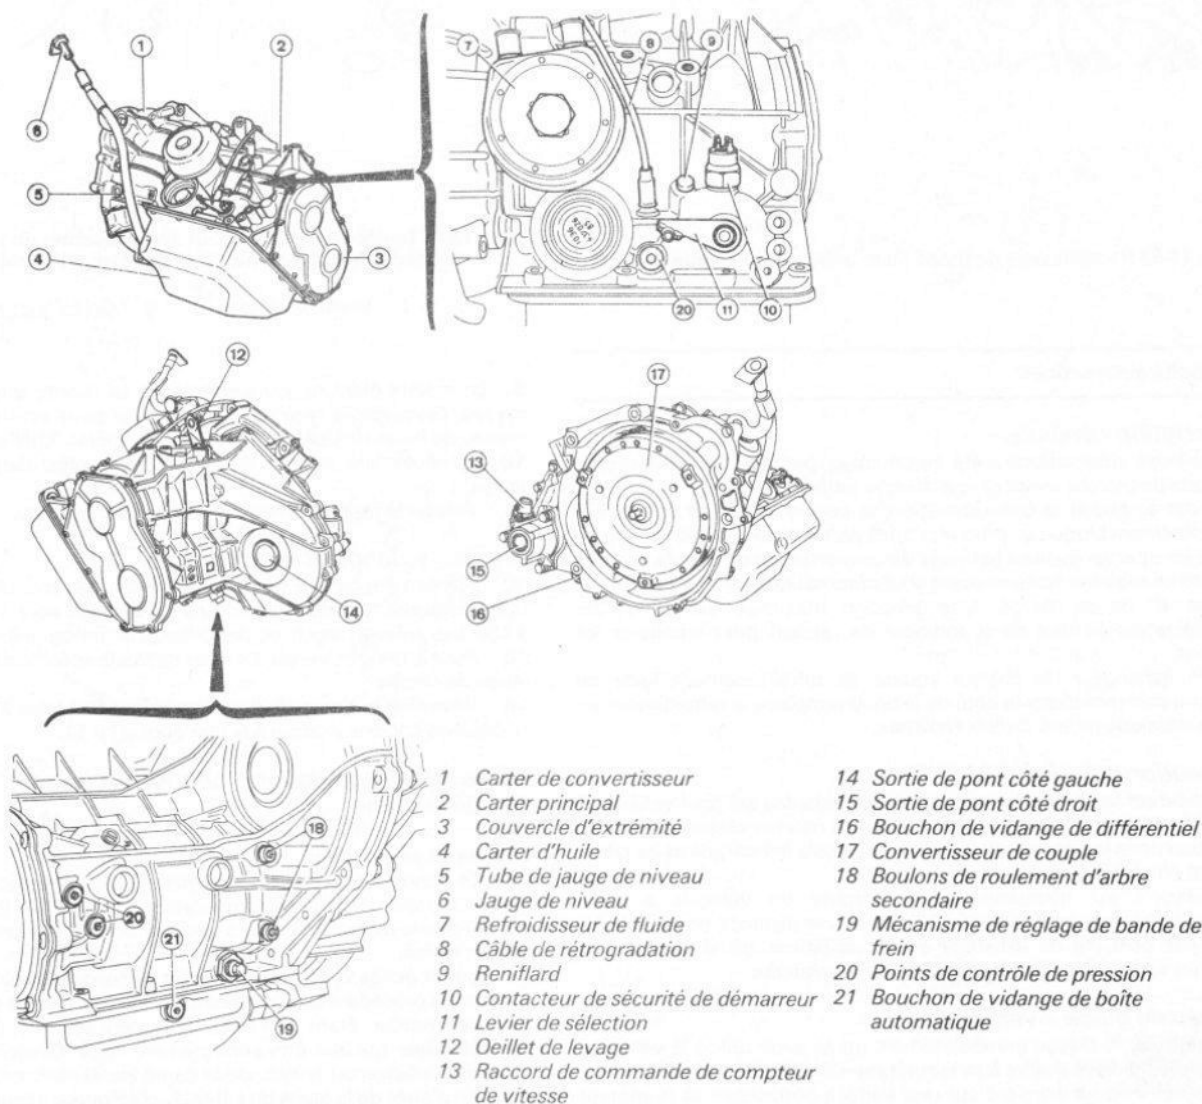

Fig. 13.82 Eléments extérieurs de la boîte automatique ZF 4 HP 14 (Sec 15)
- 12 Placer un récipient d'une contenance d'au moins 3 litres sous la boîte (chaude). Les deux bouchons de vidange sont illustrés à la Fig. 13.82. Les enlever, laisser couler le fluide et remonter les bouchons.
31 Il n'agit pas d'une opération à effectuer dans le cadre d'un entretien courant. Elle sera réalisée uniquement en cas de mauvais fonctionnement de la boîte de vitesses. Pour cela, trouver le mécanisme de réglage, situé sur le dessous du carter de boîte de vitesses (19, Fig. 13.82), et procéder comme suit.
35 Ce contacteur est vissé sur le devant du carter de boîte de vitesses (voir Fig. 13.82). Il remplit deux fonctions: la première est d'empêcher tout fonctionnement du démarreur lorsqu'une vitesse autre que 'P' (parking) ou 'N' (point mort) est engagée; la seconde est d'activer les feux de recul lorsque la position 'R' (marche arrière) du sélecteur de vitesses a été choisi.